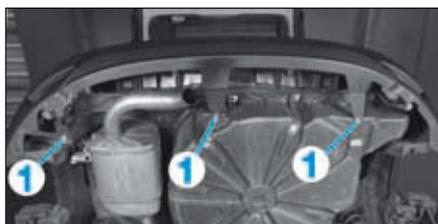

FIG.101
- les vis inférieures (1) (Fig.101),